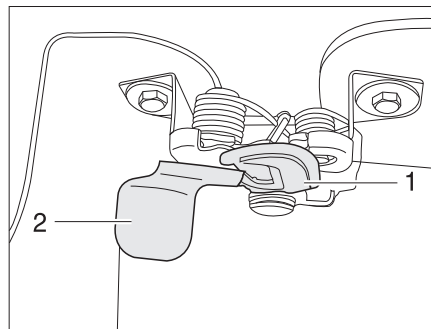

Fig. 25 Bouton de déverrouillage extérieur du capot moteur
- Passer une main sous le capot moteur et actionner le crochet de sécurité (Fig. 25,1). Passer pour cela la main derrière la plaque (Fig. 25,2) et la tirer vers l'avant.